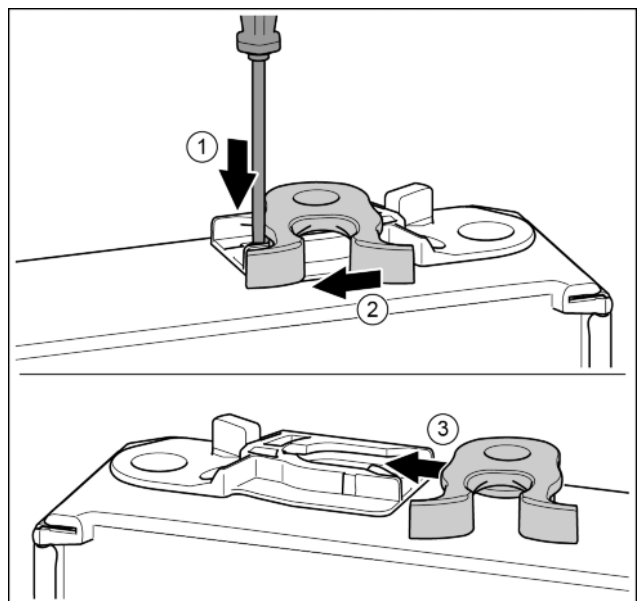

Fig. 15
- ▶ С плоска отвертка натиснете езичето надолу. Fig. 15 (1)
- ▶ Извадете затварящата кука от водача. Fig. 15 (2)
- ▶ Вкарайте затварящата кука във водача от другата страна. Fig. 15 (3)